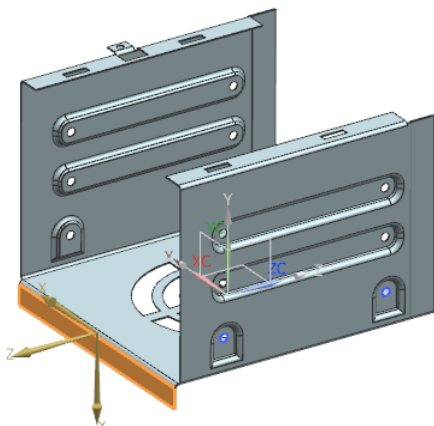

图 7-147 选择草图工作平面
(1) 选择“菜单(M)”→“插入(S)”→“切割(T)”→“法向除料(N)”，或者单击“主页”选项卡“特征”面组上的“法向除料”按钮，打开“法向除料”对话框。设置“切割方法”为厚度，“限制”为直至下一个。
(2) 单击“绘制截面”按钮，打开“创建草图”对话框。在视图区选择草图工作平面，如图 7-147 所示。